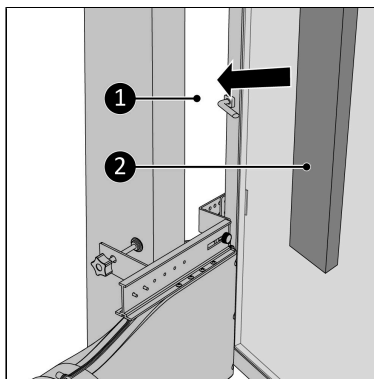

Figura 93.
16. Umpleți spațiile libere (Figura 93, nt. 1) cu spuma izolatoare livrată (Figura 93, nt. 2), tăiați spuma dacă este necesar*.